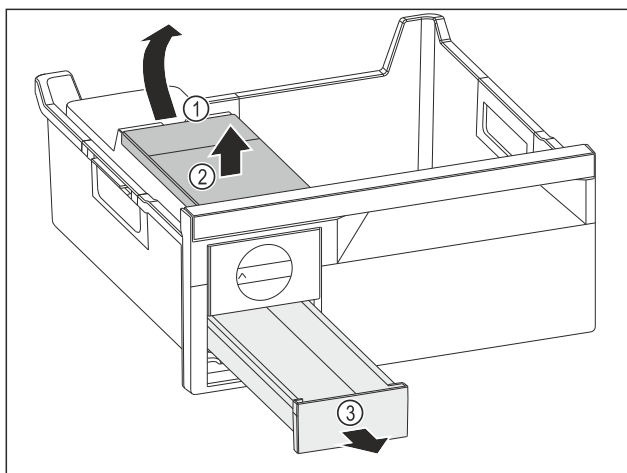

Fig. 90
- ▶ Odobratie nádržky na vodu: Nádržku na vodu nadvihnite za vybranie Fig. 90 (1).
- ▶ Nádržku na vodu Fig. 90 (2) odoberte smerom nahor.
- ▶ Zásuvku na kocky ľadu Fig. 90 (3) odoberte smerom nahor.